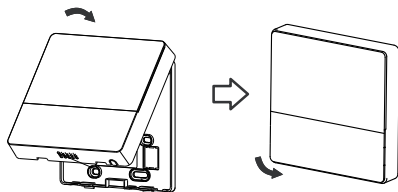

Fig. 3-13
- Fixar a tampa superior depois de ajustá-la; evitar fixar a cablagem com uma abraçadeira durante a instalação. (Fig. 3-13)